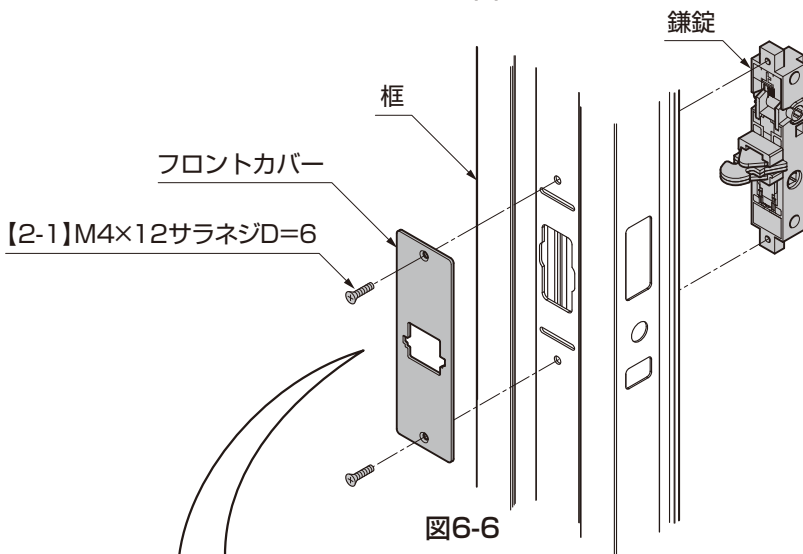

図6-6
- ① 錠掛け側の框に、鎌錠を差込み、フロントカバーで框を挟み込むようにして【2-1】で仮固定してください。（図6-6参照）